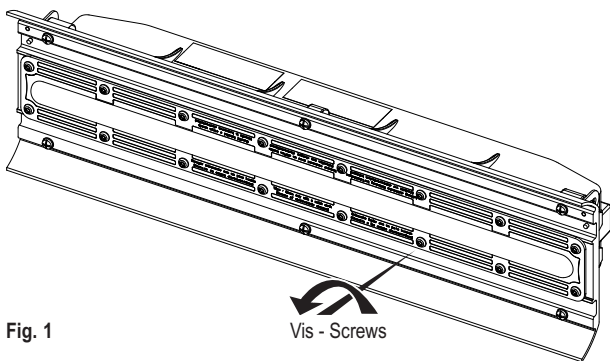

Fig. 1
- 2/ Dévissez les vis du bloc LED comme illustré à la figure 1